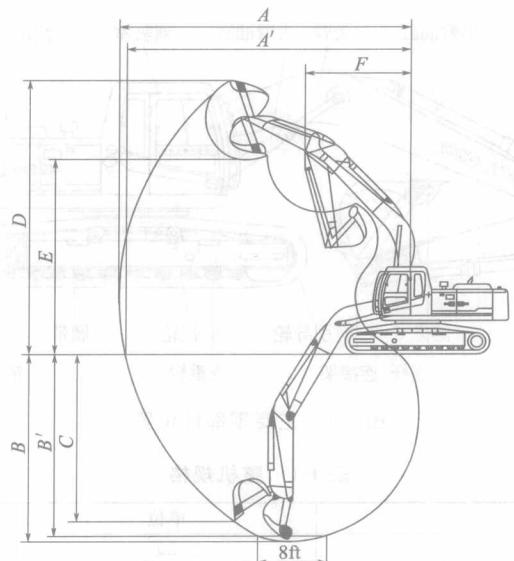

图 1-3 工作范围
② 工作范围 图 1-3 所示为工作范围，表 1-2 为工作规格。
③ 零部件质量 见表 1-3。
④ 提升性能